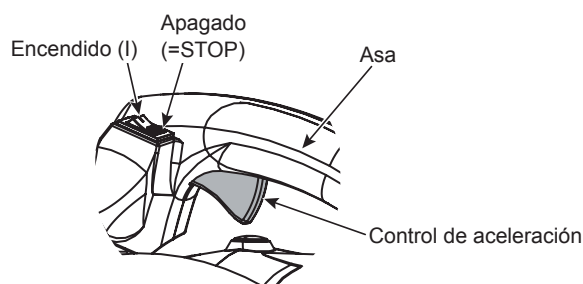

Fig. 5
- Nota: No es necesario encender la herramienta. El interruptor de encendido/apagado está siempre en la posición de encendido (I) (Fig. 5).
2. Mantenga presionado el interruptor de encendido/apagado para llevarlo a la posición de apagado (STOP) hasta que el motor se detenga completamente (Fig. 5).